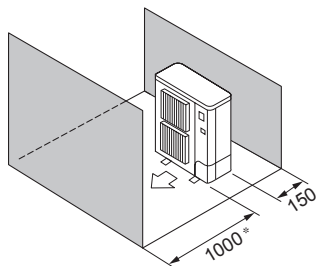

Fig. 2-7
- ⑤ Алдыңғы жақтағы және артқы жақтағы кедергілер (Fig. 2-7)